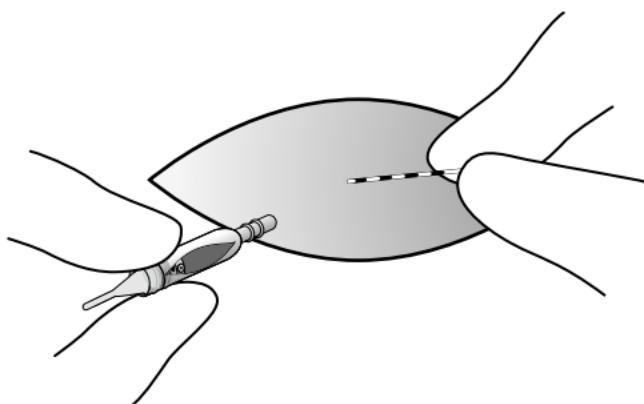

Figura 8. Estrazione del cappuccio dell'elettrocavettare e della guaina del connettore.
8. Estrarre il cappuccio dell'elettrocavettare e la guaina del connettore attraverso l'incisione ed eliminarli (Figura 8).